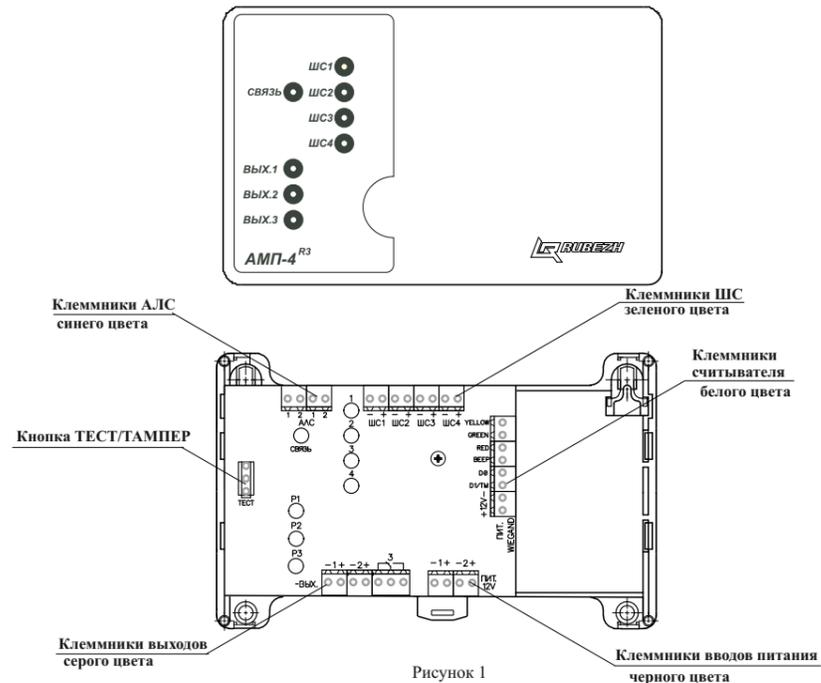

Рисунок 1
4.1.5 На плате адресной метки имеется кнопка ТЕСТ/ТАМПЕР (Рисунок 1), которая используется для определения адреса модуля в АЛС прибора при кратковременном нажатии. При снятии крышки адресной метки кнопка инициирует формирование сигнала «Вскрытие», передаваемого по АЛС в прибор.